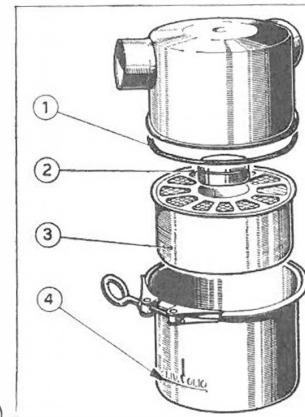
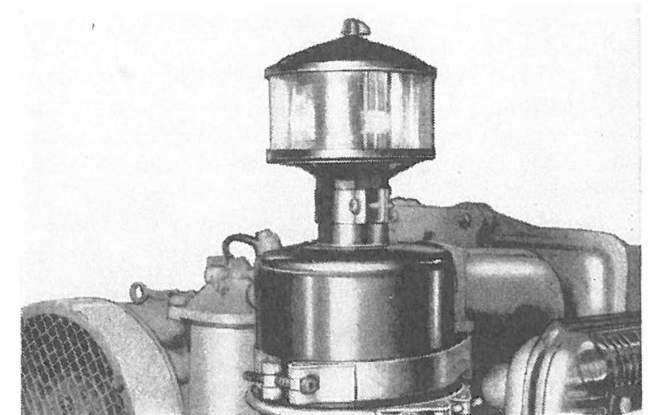

Fig. 17
Fig. 19
Smontare e sostituire l'anello di tenuta (1) e il distanziale in gomma (2) se danneggiati (Fig. 17). Controllare che l'anello OR sul supporto filtro sia integro. Lavare l'elemento filtrante (3) con petrolio o solvente e sostituirlo se le maglie metalliche sono intasate o lesionate. Pulire la vaschetta con petrolio e riempirla con olio pulito sino al livello (4).
In relazione alla applicazione o per motori destinati a funzionare in ambienti polverosi sono previsti filtri di grande capacità o con prefiltro a ciclone (Fig. 19).
Disassemble and replace seal ring (1) and rubber spacer (2) if damaged (Fig. 17). Check that O ring on filter support is in perfect condition. Wash filter element (3) with kerosene or solvent and replace it if metal screen is clogged or damaged. Clean bowl with kerosene, and fill with clean oil up to level (4). Engines operating under dusty conditions require special high capacity filters or with cyclonic prefilters (Fig. 19). After assembling engine, check intake at re-suction (page 39) at full load and at maximum r.p.m. If excessive, replace air cleaner filter element to prevent suction of oil from bowl, smoke or power loss.
Démonter et remplacer le joint d'étanchéité (1) et l'entretoise en caoutchouc (2) s'ils sont endommagés (fig.17). Vérifier l'état de l'anneau OR sur support de filtre. Laver l'élément filtrant (3) avec du pétrole ou solvant et le remplacer si le tamis métallique est ébrassé ou détérioré. Nettoyer la cuve avec du pétrole et la remplir avec de l'huile neuve jusqu'au niveau (4).
Compte tenu de l'application ou pour les moteurs devant fonctionner dans un milieu poussiéreux, sont prévus des filtres de grande capacité ou avec pré-filtre centrifuge (fig.19).